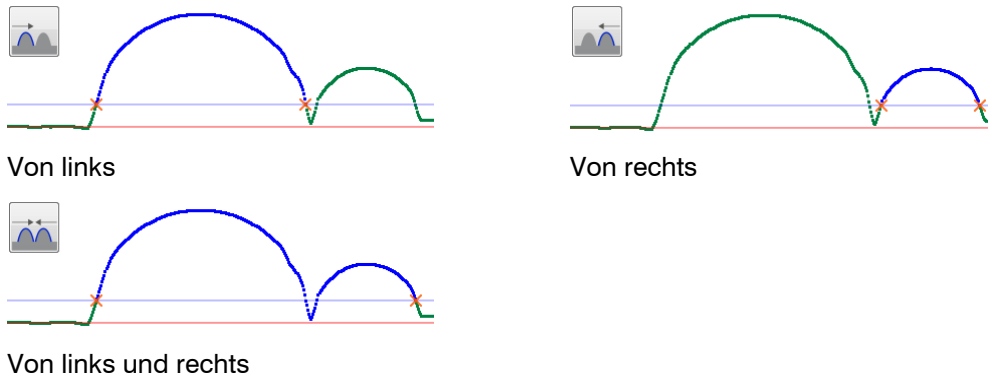

Abb. 6.23: Suchrichtung
- Definieren Sie die minimale Breite (euklidisch), die die Erhöhung aufweisen soll und die Suchrichtung (siehe Abb. 6.23) zur Ermittlung der Erhöhung (s.u., Bereich „3“).
- **Suchrichtung:** Definieren Sie die Suchrichtung für die Detektion der Erhöhung (siehe Abb. 6.23):
- Definieren Sie die minimale Breite (euklidisch), die die Vertiefung aufweisen soll und die Suchrichtung (siehe Abb. 6.23) zum Ermitteln der Vertiefung (s.u., Bereich „3“).
- **Suchrichtung:** Definieren Sie die Suchrichtung für die Detektion der Vertiefung (siehe Abb. 6.23):